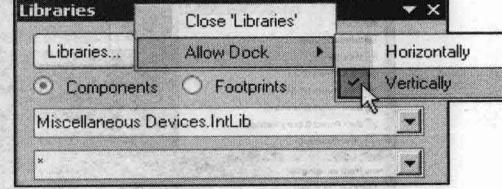

图1-22 选中【Vertically】
(2) 选中【Allow Dock】/【Vertically】选项，如图1-22所示。